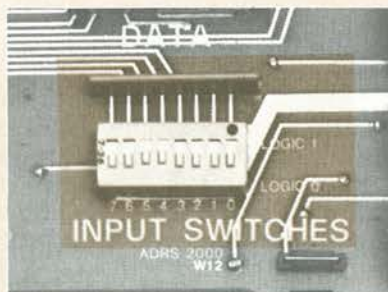

Figura 16-4. Interruttori della porta d'ingresso del  $\mu$ Lab
- C) Usate la sonda per verificare la continuità della linea D7 (posta appena sotto il display all'estrema destra, Figura 16-4), che collega il piedino IC13-18 della porta d'ingresso con il relativo interruttore della porta d'ingresso. Ponete la punta della sonda su IC13-18 e muovete verso l'alto e poi verso il basso l'interruttore d'ingresso posto all'estrema sinistra (ingresso 7). Osservate come la luce segua il cambiamento del livello logico.